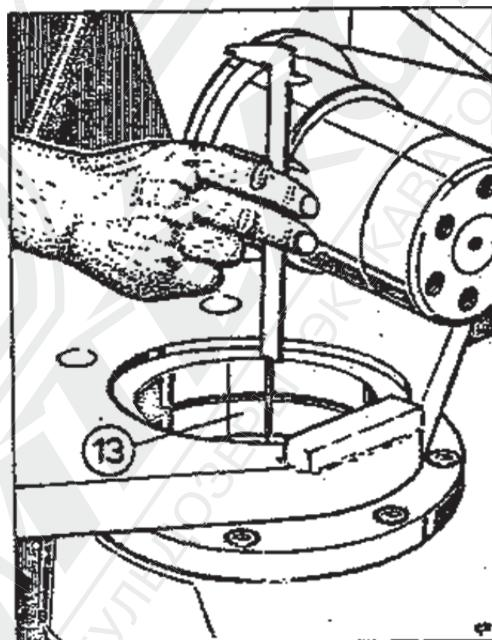

Рис. 3-16. Измерение расстояния между дорожкой подшипника и верхним листом корпуса
18. Померить штангенциркулем между дорожкой подшипника 13 и верхним листом корпуса. Размер обозначить "Р" /рис. 3-16/.